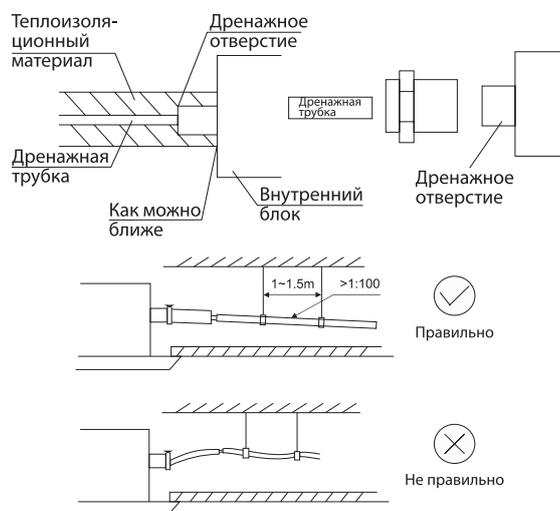

Рисунок 32 - Подсоединение дренажного трубопровода к внутреннему блоку
- Дренажный трубопровод должен быть надлежащим образом изолирован, чтобы предотвратить образование конденсата. Толщина теплоизоляционного материала должна быть не менее 9 мм (см. рис. 32).
- Дренажный трубопровод должен иметь уклон вниз не менее 1/100 (см. рис. 32).
- При сливе нескольких блоков в общую дренажную линию общий слив должен быть установлен на расстоянии около 100 мм ниже сливного отверстия каждого узла (см. рис. 32).